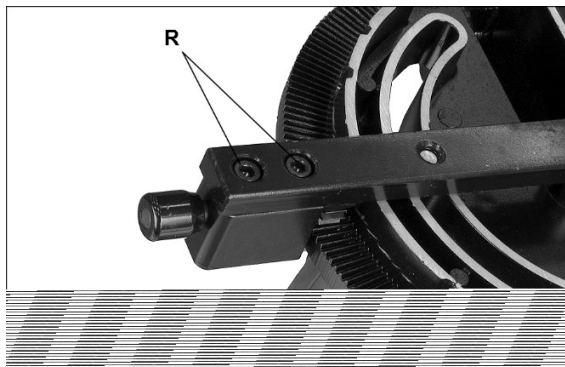

Рис. 8-3
4. Отрегулируйте положение корпуса (K) так, чтобы он располагался перпендикулярно (под углом 90°) пазу стола.
5. Затяните запорную рукоятку (H).
6. Убедитесь, что указатель шкалы (L) находится на отметке 0°. Если нет, ослабьте винт (P) и отрегулируйте положение указателя (L). Снова затяните винт (P).
7. Если после проведенных манипуляций приспособление для распила под углом все еще не выровнено, ослабьте два винта (R, Рис. 8-3) с нижней стороны приспособления и отрегулируйте его положение. По завершении снова затяните винты.